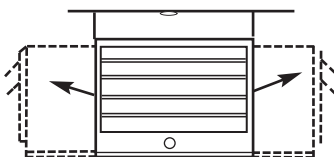

Figure 8 - Louvres réglables
3. Réglage des louveres à la position voulue (voir la Figure 8).